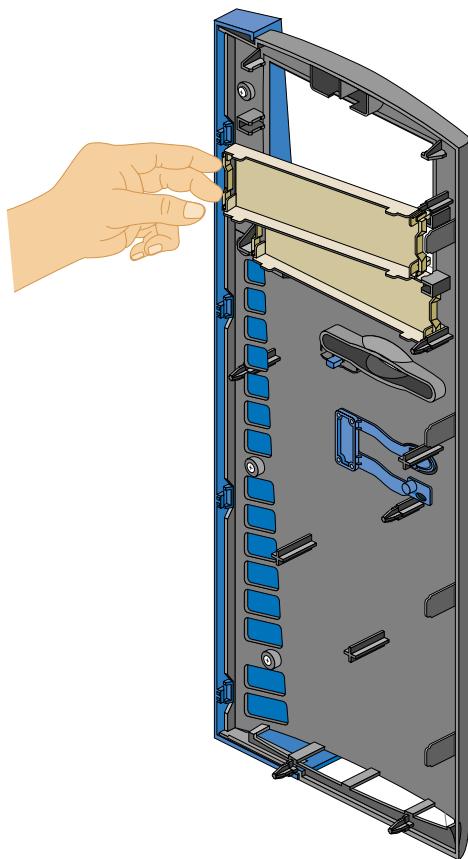

Figure 2-4 Démontage d'un capot de panneau frontal
- Pour enlever un capot, soulever la languette d'une des extrémités du capot et faire sortir le capot du panneau frontal. La Figure 2-4 montre la procédure correspondante.